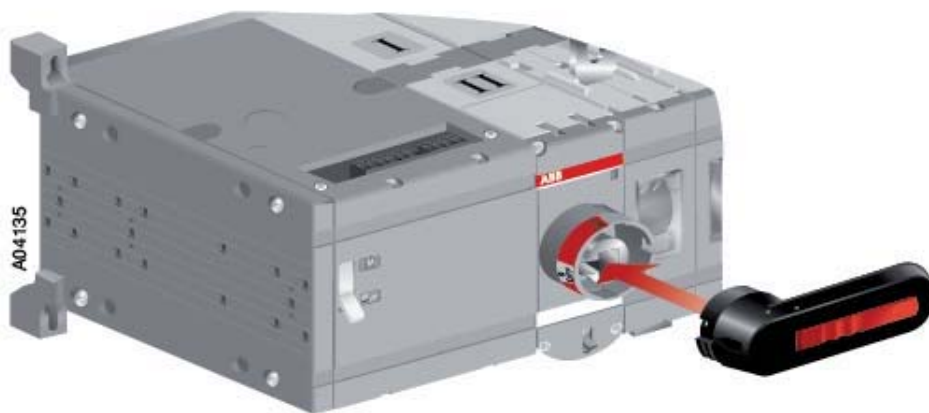

Рисунок 6.6 Установка рукоятки
2. Установите рукоятку, толкая её в панель реверсивного выключателя нагрузки до щелчка. Рукоятка может быть установлена в любом положении («I», «0», «II») как показано на рис. 6.6.